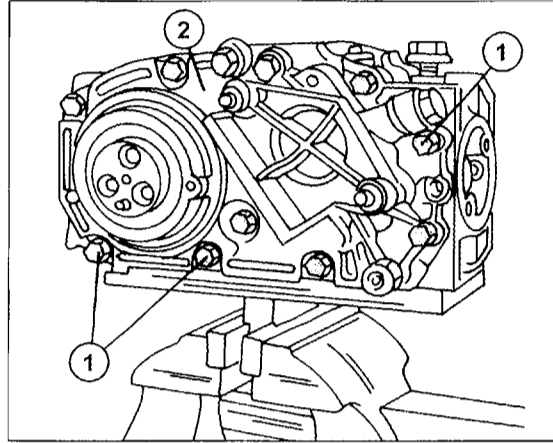

Bild 52
- Die weitere Zerlegung erfolgt in gleicher Weise wie es beim 2.5-Liter-Motor beschrieben wurde, da das untere Ende in gleicher Weise gebaut ist. Zu beachten sind die eingebauten Ölspritzdüsen für die Kolbenkühlung, die an den in Bild 52 gezeigten Stelle neben jeder Zylinderbohrung sitzen. Die Düsen können nach Lösen der Schraube in der Mitte ausgebaut werden.
- Zylinderblock in einen Montagegestand einspannen oder auf der Zylinderkopffläche auf einer Werkbank absetzen. Falls eingebaut, die in Bild 52 gezeigten Ölspritzdüsen montieren. Die Schrauben mit 40 Nm anziehen.